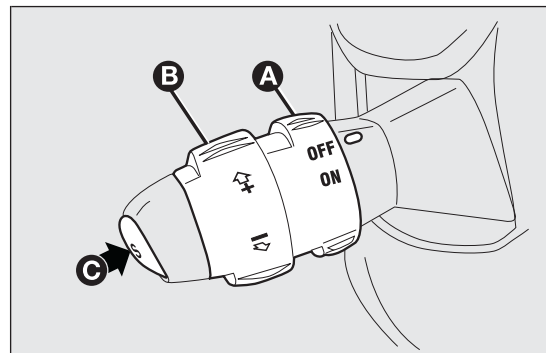

fig. 42
Girar la corona A fig. 42 a la posición ON.
- ☐ girar la corona A fig. 42 a ON y pisando el pedal del acelerador llevar el vehículo a la velocidad deseada;
- ☐ pulsar el botón C fig. 42.
- ☐ girando brevemente la corona B fig. 42 a (+).
- ☐ manteniendo girada la corona B fig. 42 en (-) hasta alcanzar la nueva velocidad que se memorizará automáticamente.
Girar la corona A fig. 42 a OFF o la llave de contacto a la posición STOP. El dispositivo también se desactiva automáticamente en uno de los siguientes casos:
En caso de funcionamiento defectuoso o de avería del dispositivo, girar la corona A fig. 42 a OFF y acudir a un taller de la Red de Asistencia Fiat después de comprobar el estado del fusible de protección.